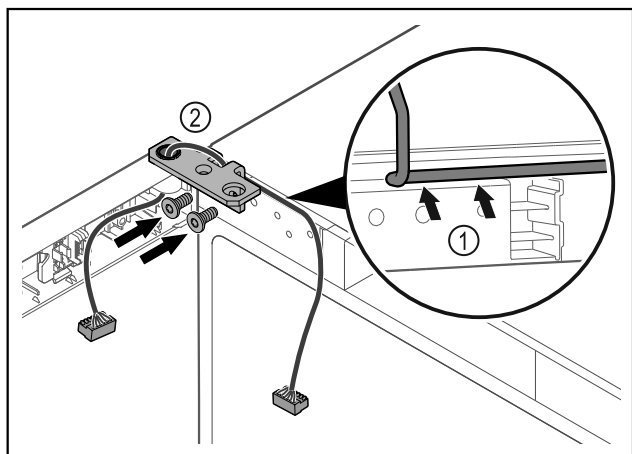

Fig. 48
- Ved'te kabel skrz vybrání úhelníku závěsu a opatrně jej položte Fig. 48 (1).
- Našroubujte úhelník závěsu Fig. 48 (2).